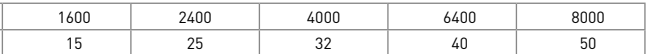

Рис. 1
- 4. Вкрутите болты, оставив зазор не менее 4 мм (рис. 1).